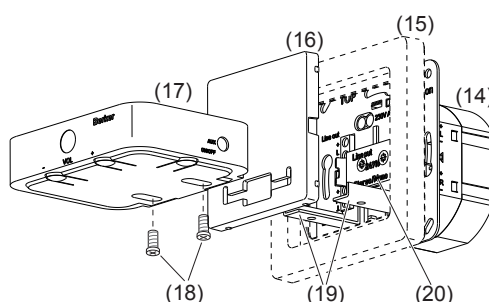

Bild 3: Montage
- Einsatz (Bild 3, 14) lagerichtig in Up-Dose einsetzen und mit den mitgelieferten Schrauben verschrauben.
- Rahmen (Bild 3, 15) des passenden Schalterprogramms und Zentralstück der Dockingstation (Bild 3, 16) aufstecken. Zentralstück auf das Befestigungsstück (Bild 3, 20) aufrasten.
- Gerätehalterung (Bild 3, 17) auf die Tragwinkel (Bild 3, 19) des Einsatzes aufstecken und Kontaktstifte vorsichtig in die Buchse am Einsatz führen, ohne dass die Kontaktstifte verbogen werden.
- Gerätehalterung mit den beiliegenden Schrauben M3 (Bild 3, 18) durch die Schraublöcher an der Unterseite mit den Tragwinkeln am Einsatz (Bild 3, 19) verschrauben.